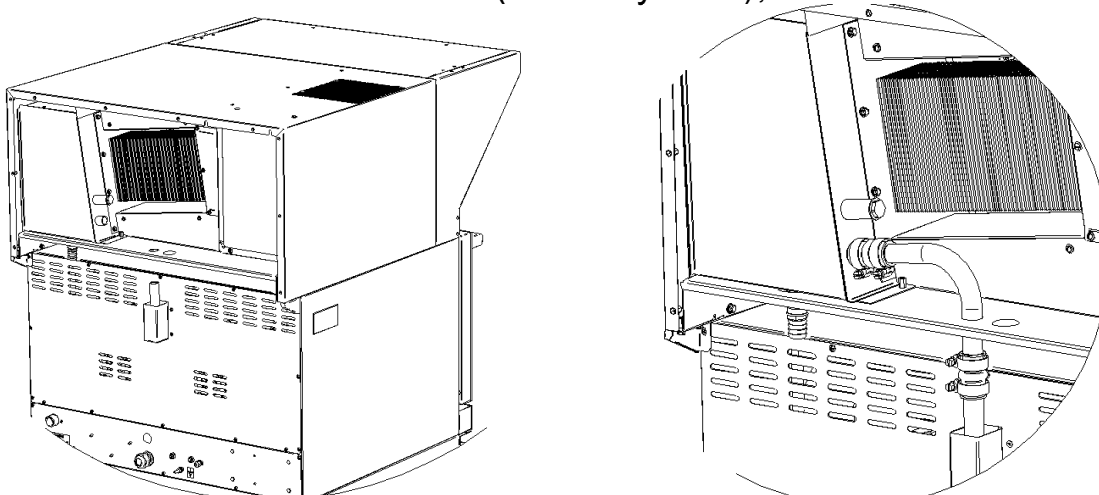

Рисунок 7
10. Установить зонт на конвекционную печь: необходимо совместить трубку камеры конвекционной печи с нижней трубой, выходящей из пароконденсатора зонта, установив между ними соединитель ЗВВ-4-6/4П.03.00.006 с двумя патрубками ПКА6-11ПМ.1626.00.03.003 и стянуть хомутами 20-32 КОВОРОЛ из комплекта (см. Рисунок 7);